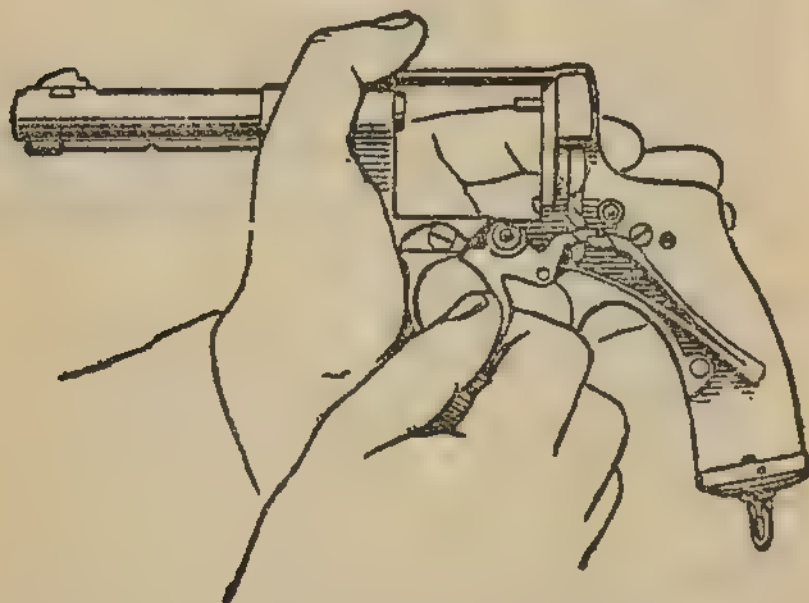

Рис. 35. Как снять спусковой крючок.
9) снять спусковой крючок (рис. 35);